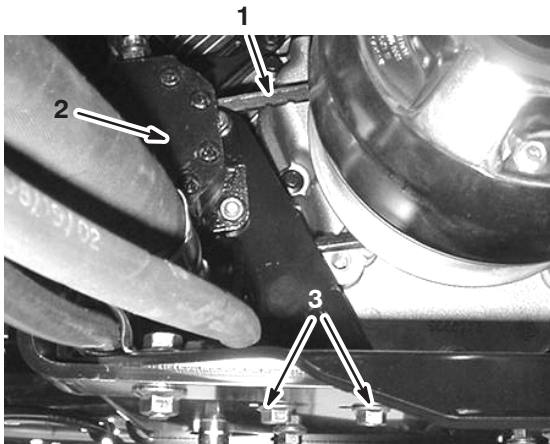

Figure 50
2. Desserrez les boulons de fixation de la pompe de direction (Fig. 50).